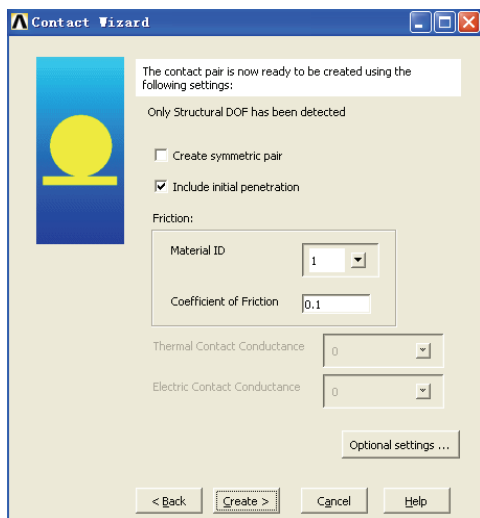

图 5-185 接触属性设置对话框
19) 单击 Next 按钮，在 Coefficient of Friction 输入栏中输入 0.1，其余选项采用默认设置，如图 5-185 所示。